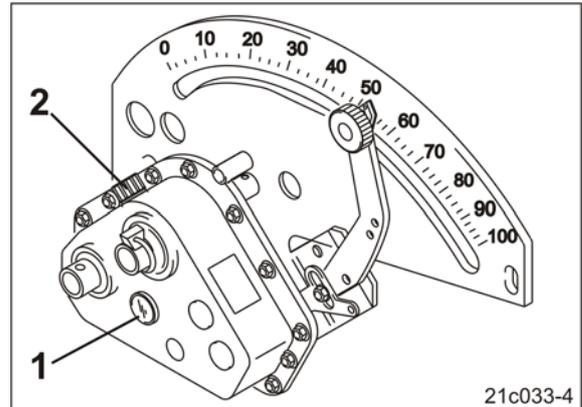

Fig. 81
- Der Ölspiegel muss im Ölauge (Fig. 81/1) sichtbar sein.
3. Der Öleinfüllstutzen (Fig. 81/2) dient zum Nachfüllen von Getriebeöl